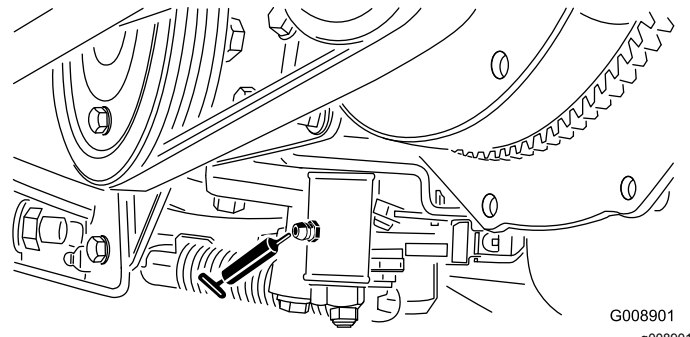

Figure 35
- Mécanisme de réglage du point mort (Figure 35)